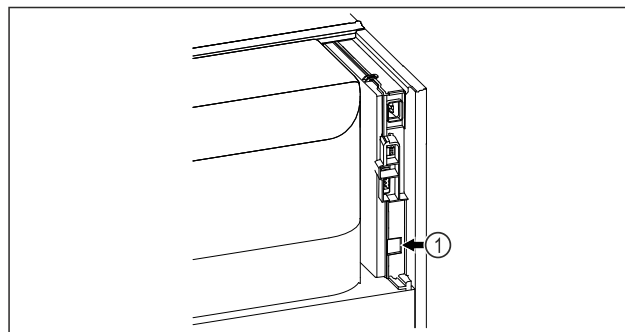

Fig. 138
- SmartModule *Fig. 138 (1)* ir ievietots.